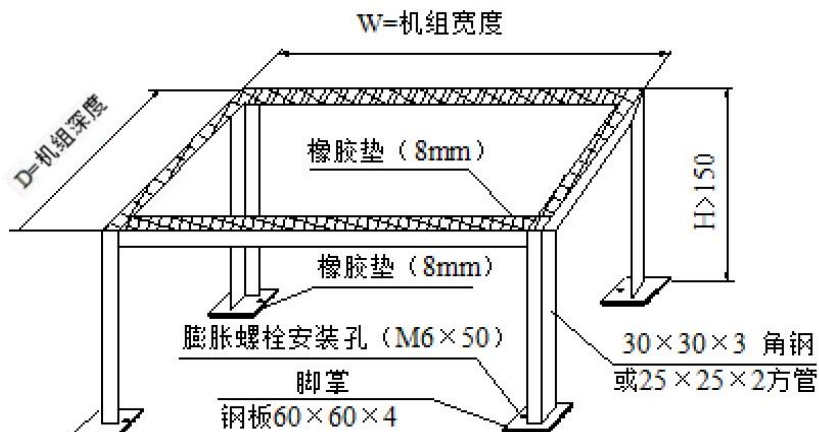

图 2.4.4 室内机安装底座外形尺寸
1. 将安装底座固定在选定的室内机安装位置上，安装底座外形及其尺寸如图 2.4.4 所示。
2. 在底座上铺上一层 8~10mm 厚的橡胶垫，如图 2.4.4 所示。